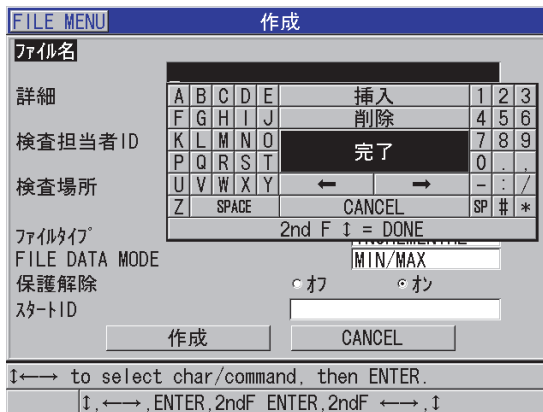

図 11-3 作成画面の例
3. 作成画面で、以下の操作を行います (176 ページの図 11-3 参照)。